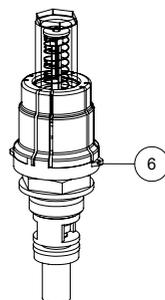

Fig. 6
- è possibile sigillare mediante piombatura il cappuccio al collettore tramite i fori (6) per impedire successive manomissioni della regolazione (vedi Fig. 6).